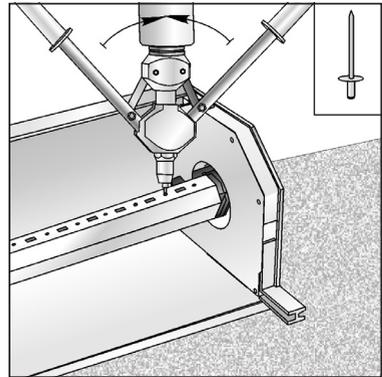

Abb. 14
- befestigen Sie Distanzringe auf der Welle (Abb. 14);